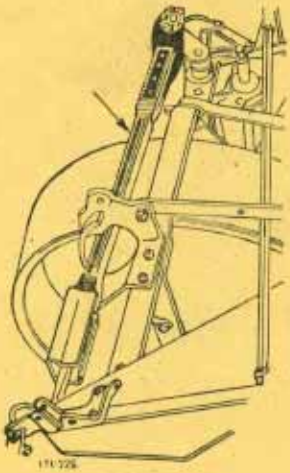

Bild 34
- Bild 34, Seite 32
Die Zahnräder auf den Zapfen der Elevator- und Bindetschwalze im vorderen Elevatortriebbelaggehäuse aufschrauben, wie Bild 34, Seite 29 zeigt.